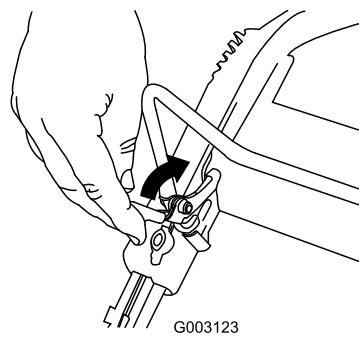

Рисунок 16
Чтобы заглушить двигатель, нажмите и держите кнопку выключения двигателя в нажатом положении до тех пор(Рисунок 16), пока двигатель не остановится.
1. Оттяните фиксатор штанги управления (Рисунок 16).